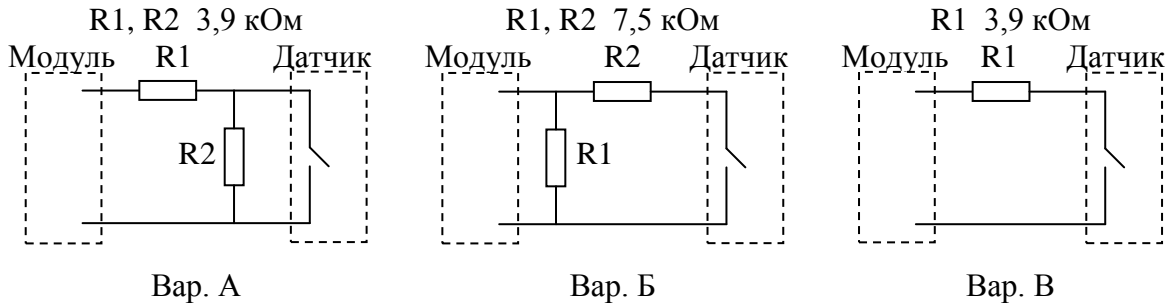

Рис. 8.4. Различные варианты подключения шлейфа к модулю интерфейсному.
8.4.1. Электрические схемы организации охранного шлейфа приведены на рис. 8.4. Вариант А позволяет определять четыре состояния шлейфа при величине контрольных резисторов 3,9 кОм. Вариант Б позволяет определять четыре состояния шлейфа при величине контрольных резисторов 7,5 кОм. Вариант В позволяет определять только три состояния шлейфа при величине контрольного резистора 3,9 кОм. Вариант В используется также для незадействованных в работе шлейфов (резистор подключается непосредственно к входу модуля и удерживает соответствующий шлейф в нормальном состоянии).
8.4.2. Подключение исполнительных контактов датчиков к модулю интерфейсному посредством кабеля шлейфов и коммутационной колодки показано на рис. 8.5. На этом рисунке шлейфы организованы по варианту А рис. 8.4, но эта схема подключения одинаково подходит и для остальных вариантов с изменениями в подключении резисторов.